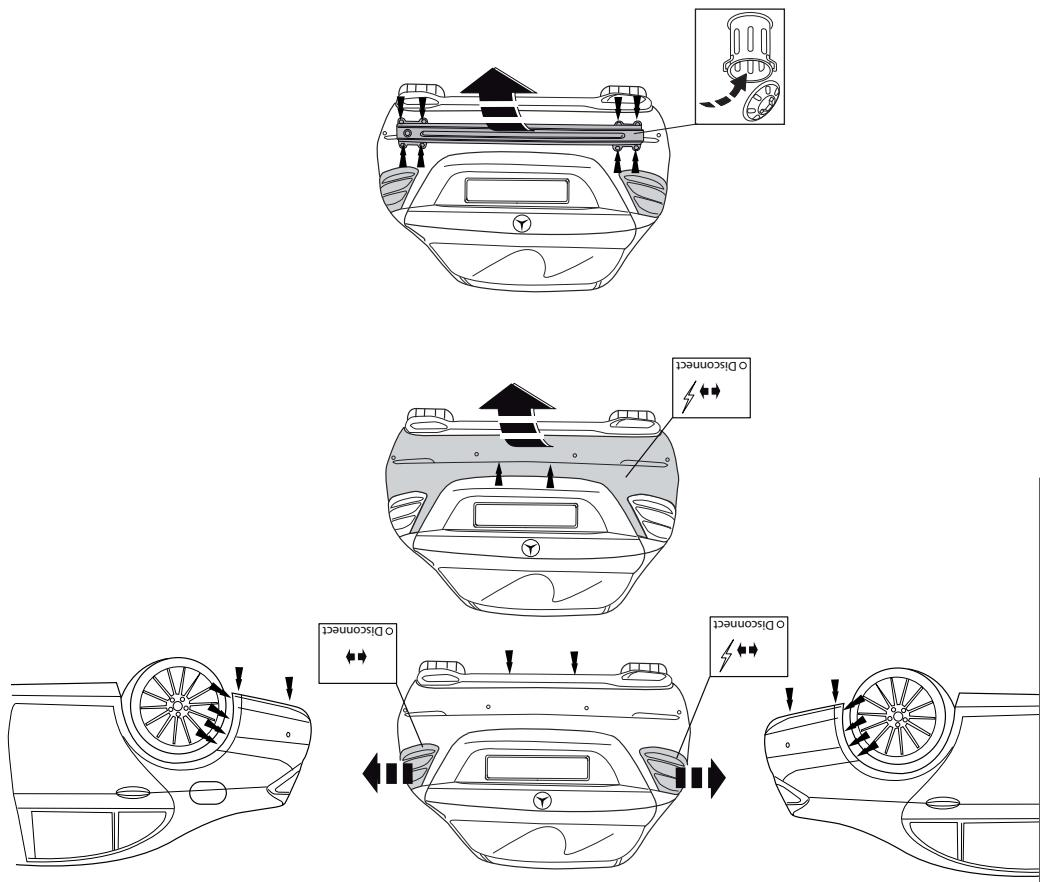

Fig. 1
1. Dismantle the rear-lights and the bumper. See figure 1.
4. Remove the steel buffer beam. The buffer beam will no longer be needed. See figure 1
7. Kit de aangegeven delen af (zie fig. 1).
7. Seal the portions indicated (see fig. 1).
1. Rücklichter und Stoßstange abmontieren. Siehe Abbildung 1.
3. Den stählernen Stoßbalken abmontieren. Der Stoßbalken wird nicht mehr benötigt. Siehe Abbildung 1
7. Die angegebenen Teile kitten (siehe Abb. 1).